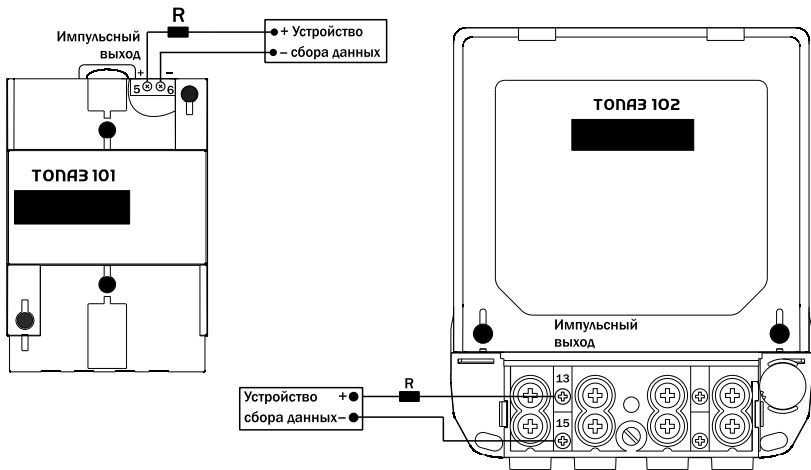

Рисунок 1. Схемы подключения к импульсному выходу счетчиков
3.2 Для подключения счетчика к системе учета электроэнергии подсоединить сигнальные провода к импульсному выходу в соответствии со схемой включения (Рисунок 1).